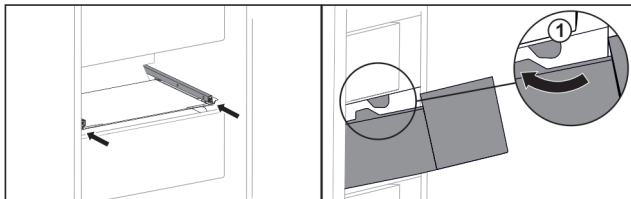

Fig. 55
- ▶ Før skuffen omkring stoppene Fig. 55 (1).